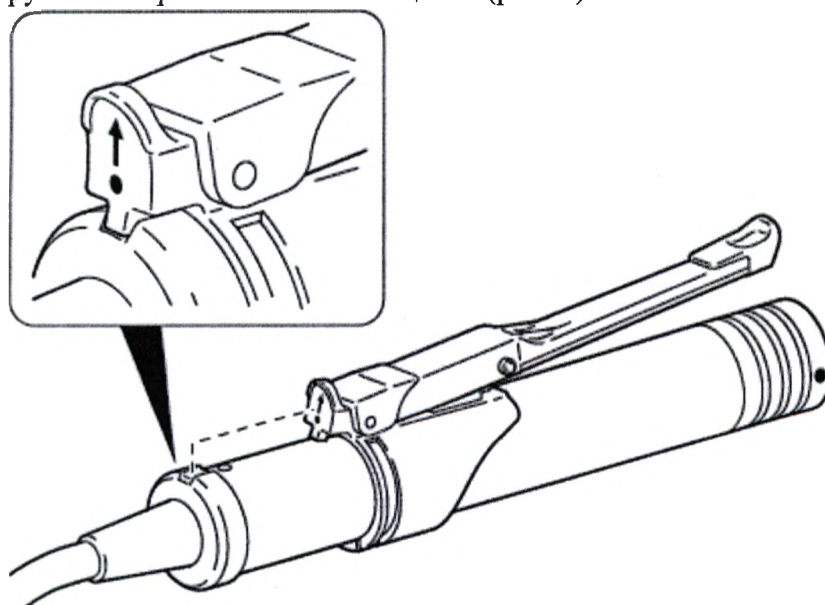

Рис. 1. Установка ручного переключателя (если применимо)
1. Для использования ручного переключателя его следует надеть на микродрель, сдвинув так, чтобы установочная метка на ручном переключателе совпала с белой установочной меткой на проксимальном конце микродрели. Зафиксировать выступ ручного переключателя в защелке (рис. 1).